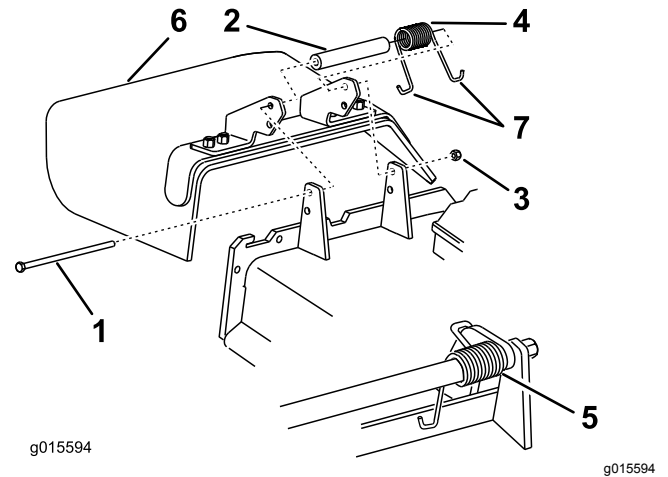

図 61
1. スプリングの一方の端部を、デッキ後部のエッジに引っ掛け、他方の端部をデフレクタに取り付ける 図 61。
2. ボルトとナットで、デフレクタアセンブリをデッキに固定する 図 61。
3. スプリングの右側の J 字形フックを、デフレクタに引っ掛ける 図 61。